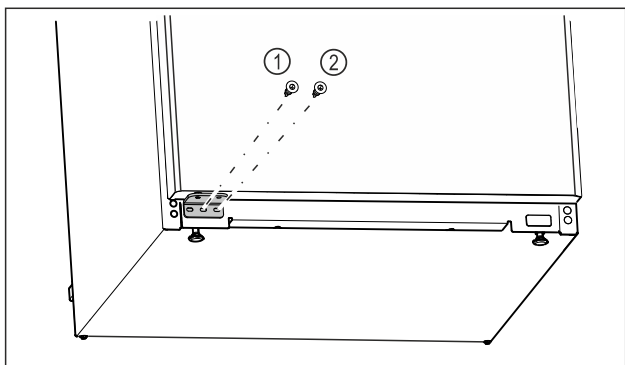

Fig. 25
- ▶ Skruva fast lagerbockens mellersta skruv Fig. 25 (1) med skruvmejsel Torx 20.
- ▶ Skruva fast lagerbockens inre skruv Fig. 25 (2) med skruvmejsel Torx 20.